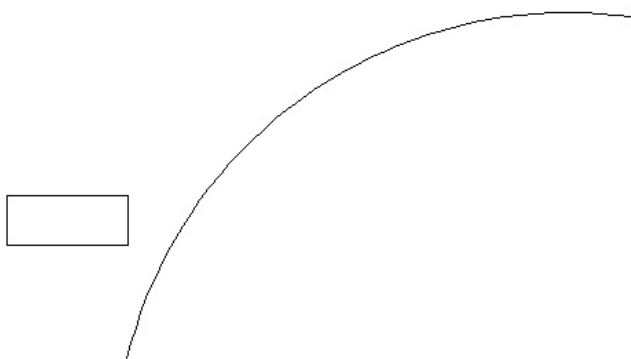

Рис. 6.10. Исходные объекты для построения массива по траектории
1. Нарисуйте дугу и прямоугольник примерно так, как показано на рис. 6.10.